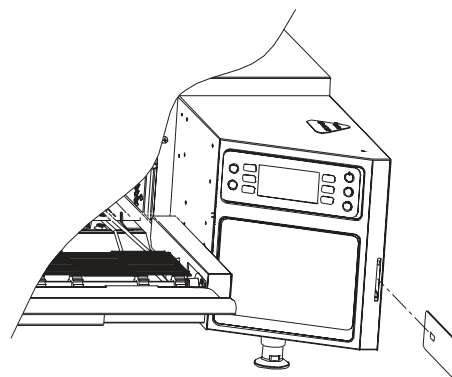

Figura 25: Atualização do firmware
1. Insira o smart card cinza (veja a figura 25) com o chip dourado voltado para a frente do forno. Se foram necessários múltiplos smart cards, serão etiquetados em sequência - assegure-se de que está sendo seguida a sequência correta.